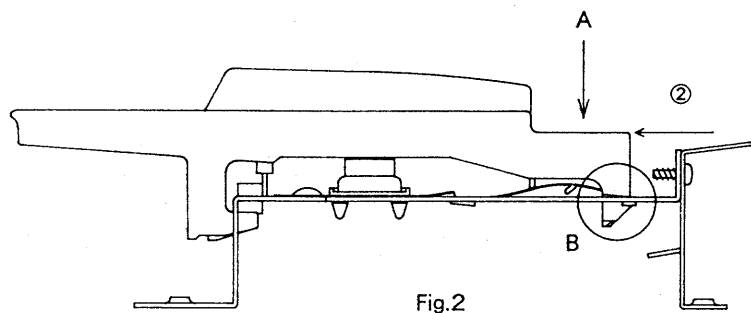
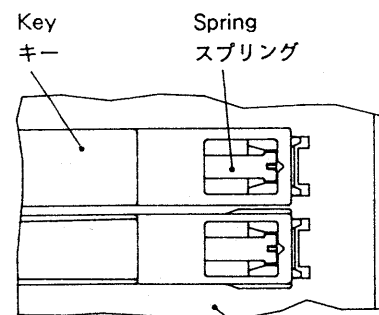
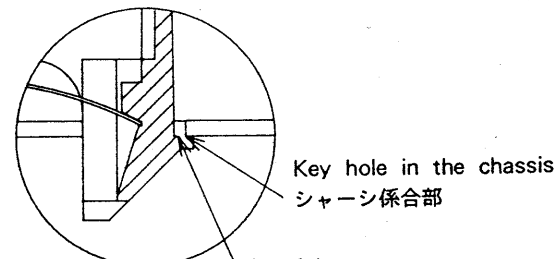

Fig.2
Fig.3
Fig.4
2. Referring to Fig.2, pulling the key in the direction of arrow ②, disengage the key fulcrum from the chassis. See Fig.3 and 4 for disengaged status.
2. キーを手前(方向②)に引き、キー支点部をシャーシ係合部から離す。Fig.3, Fig.4 は、離れた状態を示す。